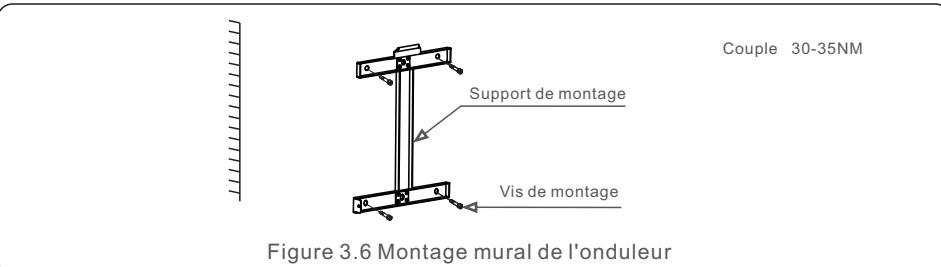

Figure 3.6 Montage mural de l'onduleur
Voir les figures 3.6 et 3.7. L'onduleur doit être monté verticalement.
1. Voir la figure 3.6. Percez les trous pour les boulons d'expansion (M10*90) en fonction du diamètre du trou du support à l'aide d'une perceuse de précision et en maintenant la perceuse perpendiculaire au mur. Profondeur max : 90 mm.
2. Assurez-vous que le support est horizontal et que les trous de montage (voir figure 3.6) sont marqués correctement. Percez les trous dans le mur en suivant vos repères.